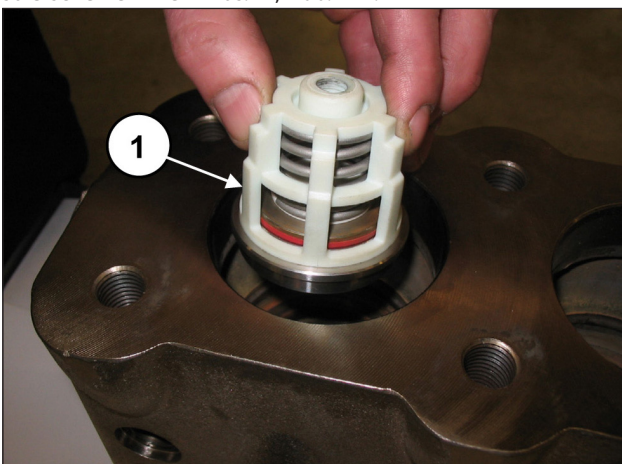
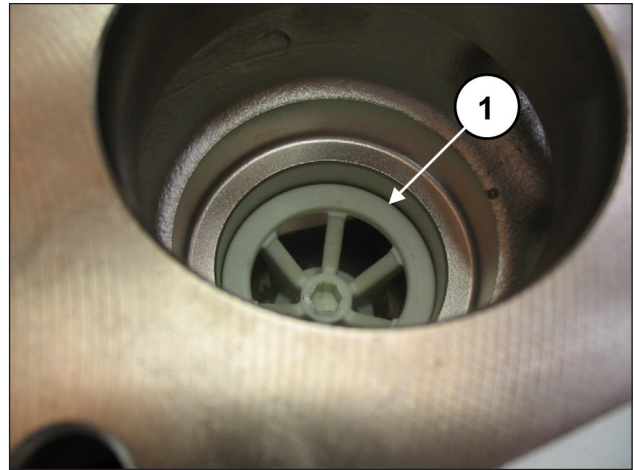

Abb. 113
Abb. 114
Setzen Sie die Saugventilgruppe ein (Pos. ①, Abb. 113) und anschließend das Distanzstück (Pos. ①, Abb. 114).
Die komplette Ventilgruppe muss bündig eingesetzt sein und so erscheinen wie in Pos. ①, Abb. 114.